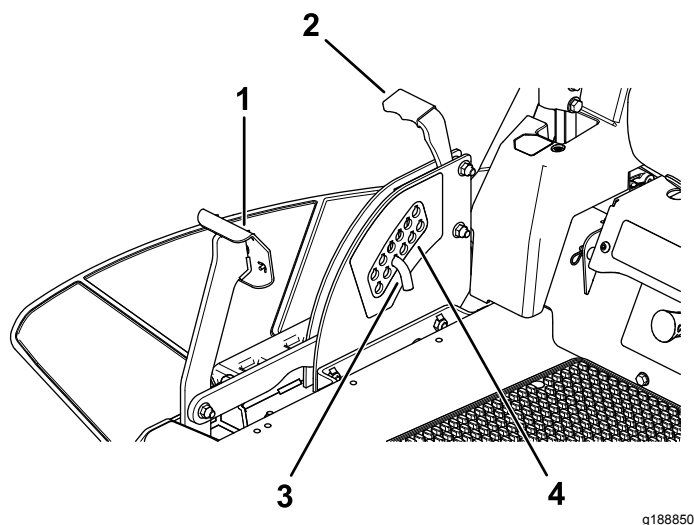

Figura 26
1. Premete il pedale di sollevamento del piatto di taglio e sollevate il piatto in posizione di blocco per il trasporto (oltre la posizione dell'altezza di taglio di 114 mm); come illustrato nella Figura 26.
2. Per regolare, spostate il perno dalla staffa dell'altezza di taglio (Figura 26).
3. Nel sistema di selezione dell'altezza di taglio scegliete un foro corrispondente all'altezza desiderata e inserite il perno (Figura 26).